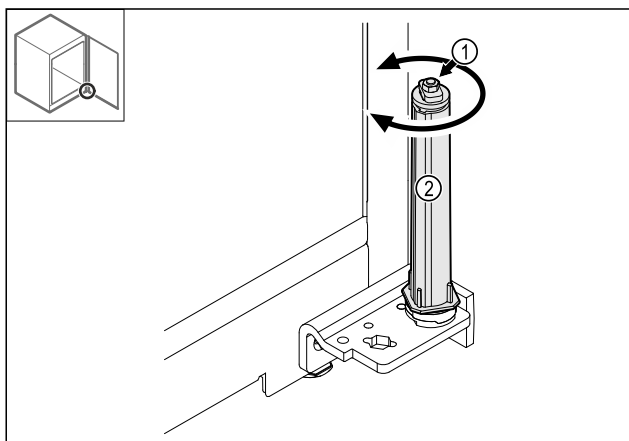

Fig. 40
- ▶ Nie demontować połączenia śrubowego Fig. 40 (1) systemu blokującego.
- ▶ System blokujący Fig. 40 (2) obrócić do momentu, aż kliknie.